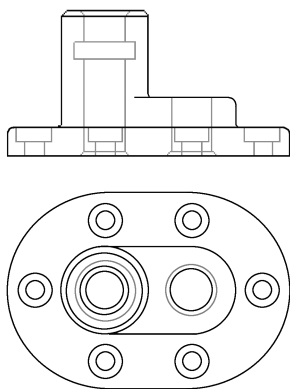
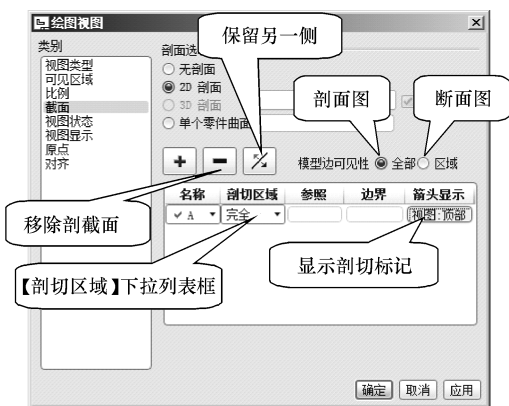

图 10-126 视图表达方法
图 10-127 设置剖截面
(6) 在【视图管理器】对话框中，单击【关闭】按钮，关闭对话框。
(7) 单击【文件】工具栏中的【保存】按钮，保存文件。
(8) 新建工程图文件，名称为“liti10-7.drw”，自动设置“liti10-7.prt”作为缺省模型，选择“……\例题\第 10 章\ a3h.drw”作为模板，进入工程图界面。
(9) 按照前面讲述的方法创建主视图和俯视图，如图 10-126 所示。
(10) 双击主视图，弹出【绘图视图】对话框，在【类别】列表中选择【截面】选项，在【剖面选项】选项组中单击【2D 剖面】单选按钮。
(11) 单击【将横截面添加到视图】按钮，在出现的【名称】列表中选择“A”。
(12) 单击【箭头显示】列对应的收集器，将其激活，在图形区选择俯视图显示箭头，对话框如图 10-127 所示。